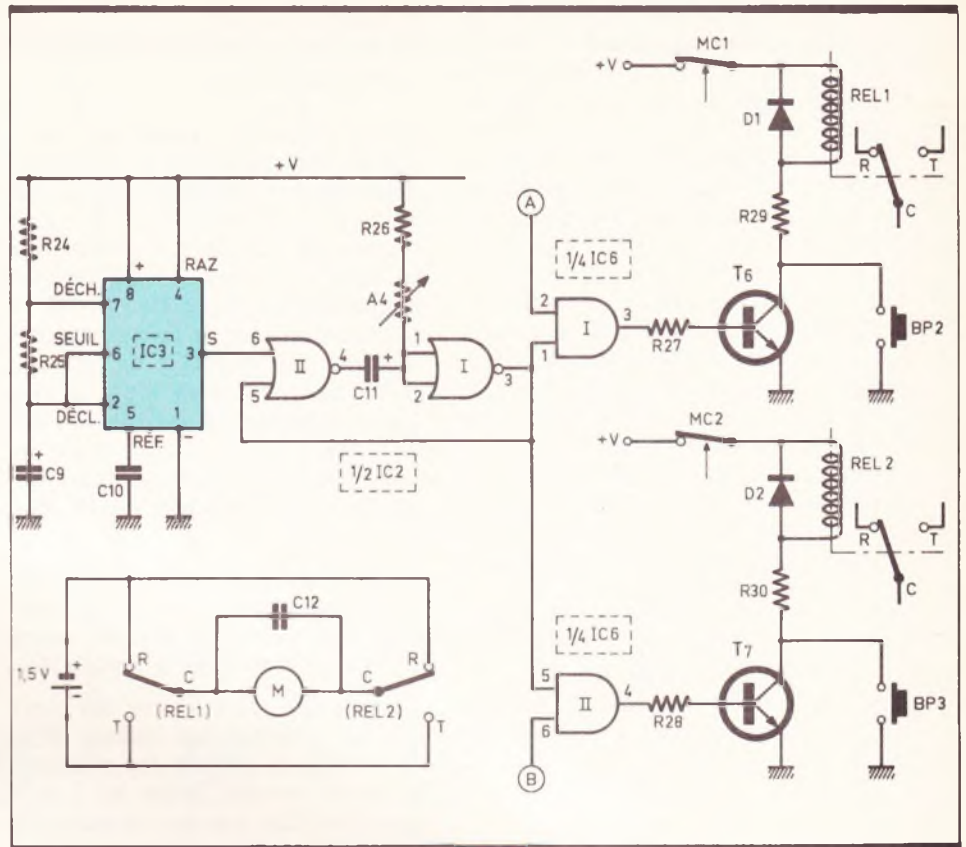

Fig.4 Commande du moteur et circuit de puissance.
e) Base de temps de la commande impulsionnelle du moteur (fig. 4)
f) Commande impulsionnelle du moteur (fig. 4)
g) Circuit de puissance (fig. 4)